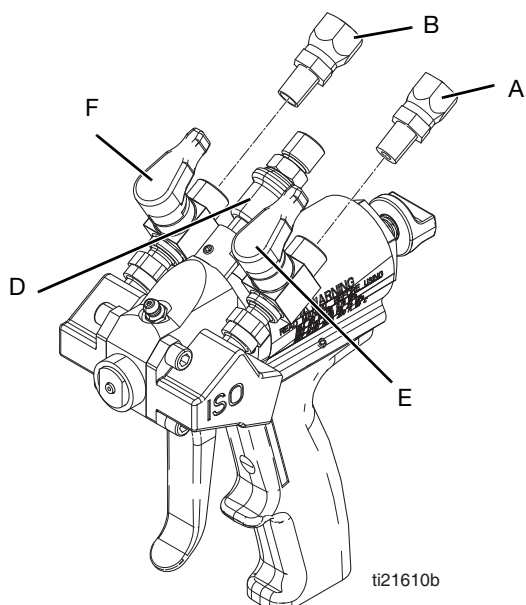

FIG. 4 Remoção do encaixe rotativo
2. Retire as ligações do encaixe rotativo (A, B) das válvulas de corte de material (E, F) na P2. Consulte a FIG. 4. As ligações da válvula são de 1/8 pol. NPT fêmea.
3. Retire o tubo flexível de ar do interruptor de fornecimento de ar (D). O encaixe do interruptor de fornecimento de ar é de 1/4 pol. NPSM.